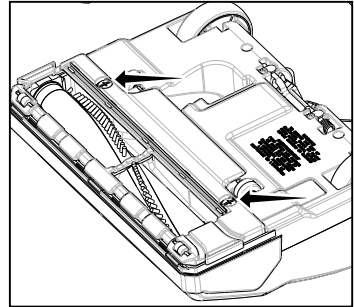

Fig. 1
- Dévissez les deux vis d'un quart de tour afin de libérer le plateau inférieur (Fig. 1). Retirez le plateau inférieur.